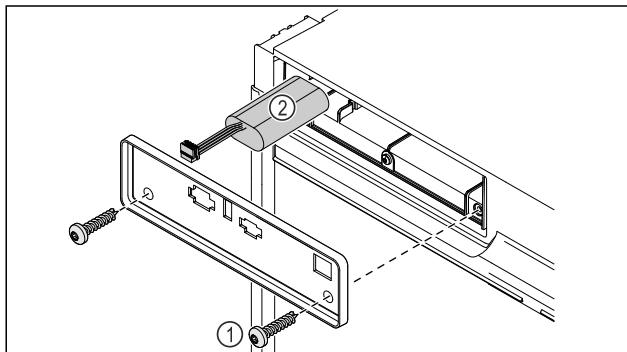

Fig. 228
- Skruva ur skruvarna och ta av skyddet på skåpets baksida Fig. 228 (1).
- Lossa och ta ut batteriet Fig. 228 (2).